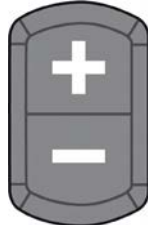

РИС. 28
- 1) Установите рычаг гидравлического выхода (РИС. 28 - Сс. 1) в центральное положение.
- 1) Установите желтый селекторный переключатель (РИС. 28 - Сс. 2) в поз. "Центр".
- 2) Установите гидравлический выпуск и дроссель насоса стрелы (РИС. 28 - Сс. 3) в позицию минимум: Поз. «Черепаха».
- 3) Поверните ключ (РИС. 28 - Сс. 4) в Поз. «1», чтобы запустить машину.
- 4) Нажмите педаль желаемого направления «Вперед» (РИС. 28 - Сс. 1) или «Реверс» (РИС. 27 - Сс. 2).